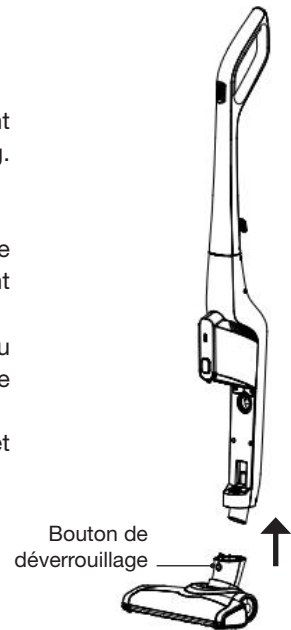

Fig. 14
1. Séparez l'électrobrosse du corps de l'appareil en appuyant sur le bouton de déverrouillage situé sur l'électrobrosse (Fig. 14).